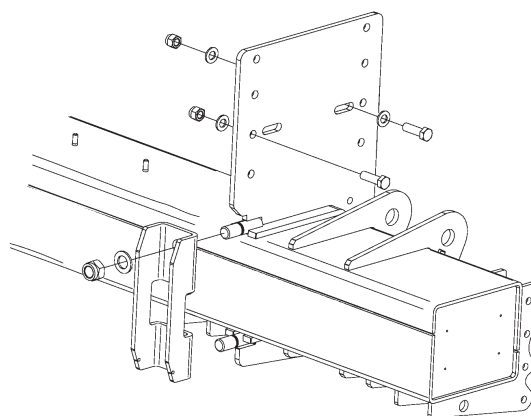

Bild 33. Montera U-profilen med tillhörande brickor och muttrar
9. Montera U-profilen med tillhörande brickor och muttrar utan att dra åt dessa. Skruva på muttrarna växelvis till dess att U-profilen ligger rakt an mot stommen, se Bild 33.